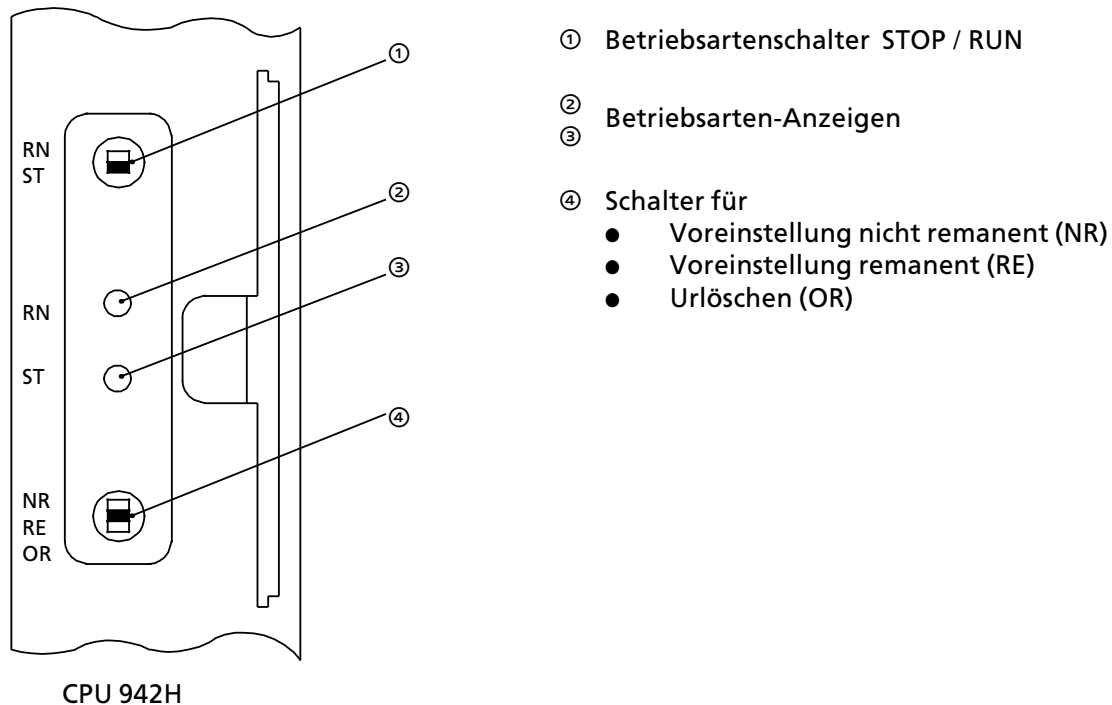

Bild 6.3 Bedienfelder der CPU 942H
Zwei LEDs im Bedienfeld der CPU (②, ③ in Bild 6.3) zeigen den Zustand der CPU an.